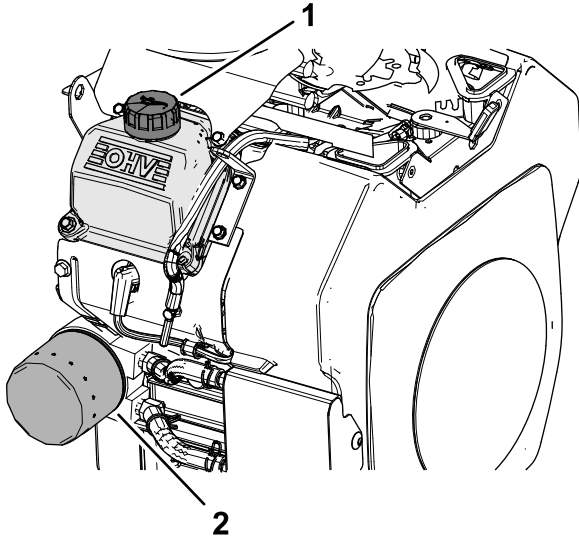

Figure 33
2. Déposez le filtre à huile usagé et essuyez la surface du joint de l'adaptateur (Figure 33).
3. Appliquez une fine couche d'huile neuve sur le joint en caoutchouc du filtre de rechange (Figure 33).
5. Retirez le bouchon de remplissage (Figure 33) et versez 2 L (67 oz) de l'huile spécifiée dans